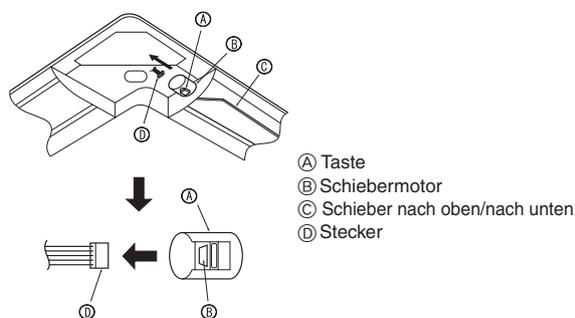

Fig. 9-9
9.5. Verriegelung der Richtung des Luftstroms nach oben/nach unten (Fig. 9-9)